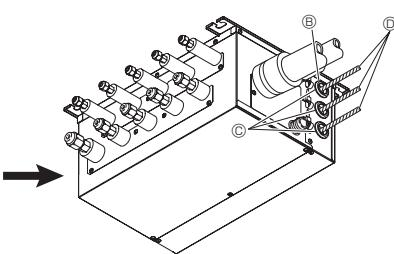

Fig. 9-2
- 3. Περάστε τα καλώδια στο κουτί διακλάδωσης. (Fig. 9-2)
- 7. Όταν το κουτί διακλάδωσης εγκατασταθεί σε εξωτερικούς χώρους, πρέπει να φροντίσετε να σφραγίσετε με στόκο τα ανοίγματα από όπου περνούν τα καλώδια για να μην εισχωρήσει το νερό της βροχής. (Fig. 9-2)
① Ηλεκτρικό κάλυμμα
② 3-Παρέμβυσμα
③ Σφράγισμα
④ Καλωδίωση
⑤ Ελεγκτής BC
⑥ Στεφάνη στερέωσης
⑦ Πίνακας ακροδεκτών: TB2B <Προς εξωτερική μονάδα>
⑧ Πίνακας ακροδεκτών: TB3A-TB3E <Προς εσωτερική μονάδα>